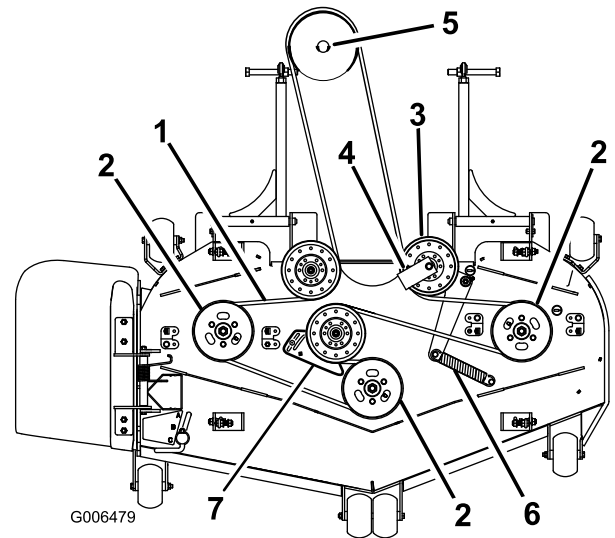
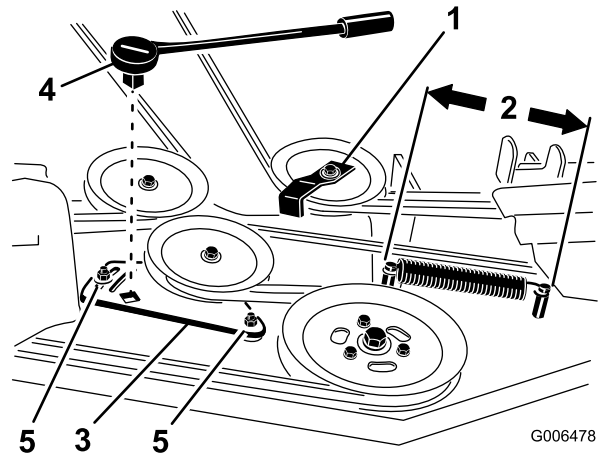

Figure 72
Figure 74
4. Pour les tabliers de coupe de 183 cm (72 po), desserrez les boulons de fixation de la plaque de la poulie de tension (Figure 74).
6. Déposez le guide-courroie de la poulie de tension rappelée par ressort, comme montré à la Figure 72 et la Figure 74.
8. Acheminez la courroie neuve autour des poulies du tablier de coupe et de la poulie du boîtier d'engrenages, sous le moteur (Figure 72).
9. Montez le guide-courroie sur la poulie de tension rappelée par ressort à un angle de 45 degrés, comme montré à la Figure 72 et la Figure 74. Serrez le boulon à un couple de 37 à 45 N·m (27 à 33 pi-lb).
10. Montez le ressort de la poulie de tension sur les 2 ergots (Figure 72 et Figure 74).
4. Mesurez la longueur du ressort (Figure 74). Si elle est comprise entre 25,4 et 26 cm (10 et 10¼ po), d'un ergot à l'autre, aucun réglage n'est nécessaire.
5. Desserrez les boulons de fixation de la plaque du bras de tension (Figure 74).
6. Insérez un manche à rochet ou une barre de levier dans le trou carré de la plaque pour régler la tension (Figure 74).
7. Tournez le manche à rochet ou la barre de levier pour déplacer la plaque jusqu'à ce que la longueur du ressort atteigne 25,4 à 26 cm (10 à 10¼ po) entre les ergots, comme montré à la Figure 74.
8. Tout en maintenant la courroie tendue, serrez les boulons de fixation de la plaque du bras de tension (Figure 74).